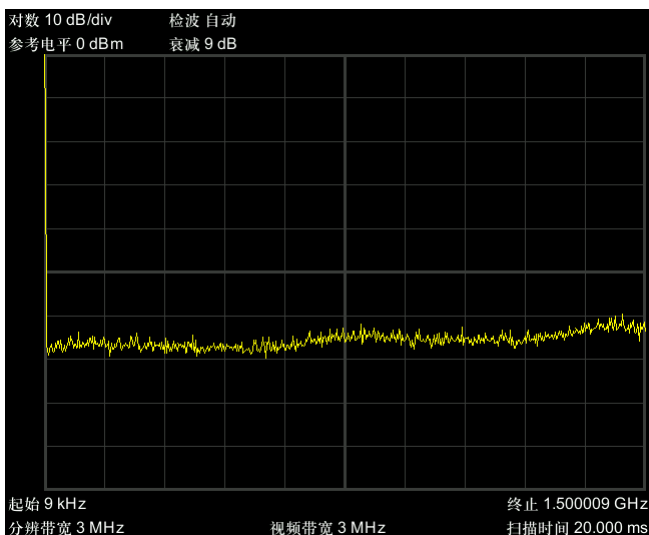

图 4-8 全扫宽
1) 首先设置频谱仪到默认的初始状态，按频谱仪的【Preset】键。频谱仪显示了从 9kHz 到最大扫频宽度的频谱，在 100MHz 的地方，信号源产生的信号以一条垂直的直线出现，同时产生的谐波信号也以垂直线的形式出现在频率为 100MHz 的整数倍处，如图 4-8 所示。